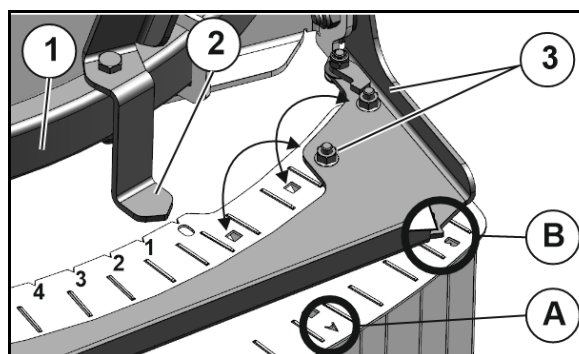

図 66
2. 散布表からの設定値を表示器 (図 66/2) が指すまで、ガイドブラケット (図 66/1) 上でスライドブロックを動かします。